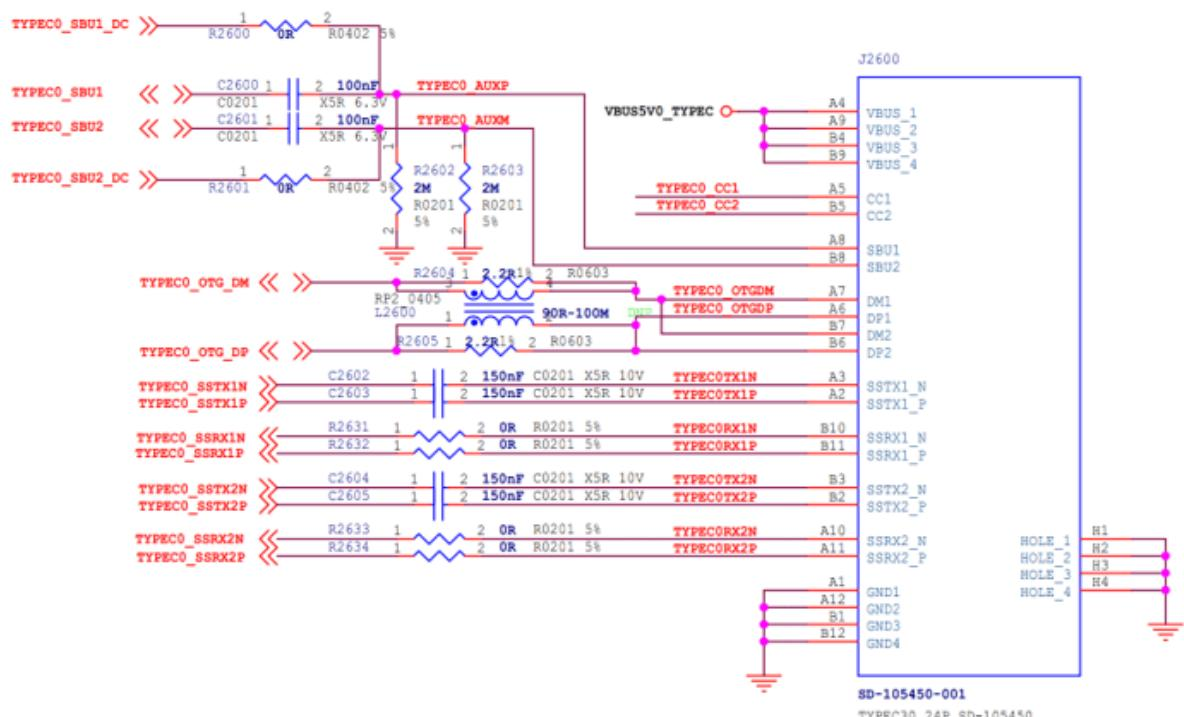

图 19 RK3588 Type-C0 接口
5. TYPEC0\_SBU1/TYPEC0\_SBU2 只用于 DP Alternate Mode 的 AUX 通信。按照 AUX 的协议要求, 需要根据 Type-C 插入的正反面, 对 SBU1/SBU2 进行相应的电平上拉操作。因为 RK3588 芯片内部没有实现 SBU1/SBU2 的自动上拉, 所以要求硬件外部电路增加两个 GPIO 控制 (对应图 19 中的 TYPEC0\_SBU1\_DC/TYPEC0\_SBU2\_DC)。对 GPIO 的默认上下拉方式没要求, 可以选择任意的 GPIO。软件上, 需要修改 usbdp\_phy 节点的属性 `sbu1-dc-gpios` 和 `sbu2-dc-gpios` 进行适配;